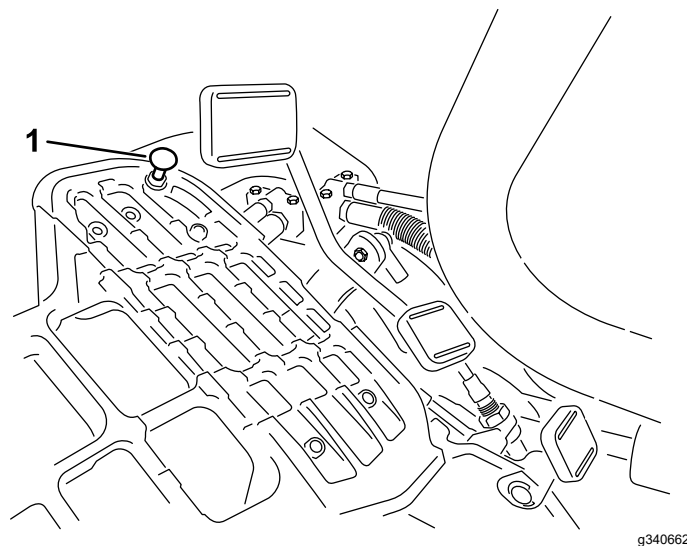

Figura 48
di TRASFERIMENTO e premete il pedale di trazione. Se il pedale tocca il fermo (Figura 48) prima che avvertiate la tensione sul cavo, effettuate la seguente procedura di regolazione:
1. Spostate la leva di comando delle funzioni in posizione di TRASFERIMENTO e allentate il dado di bloccaggio che fissa il fermo del pedale alla piastra di appoggio (Figura 48).